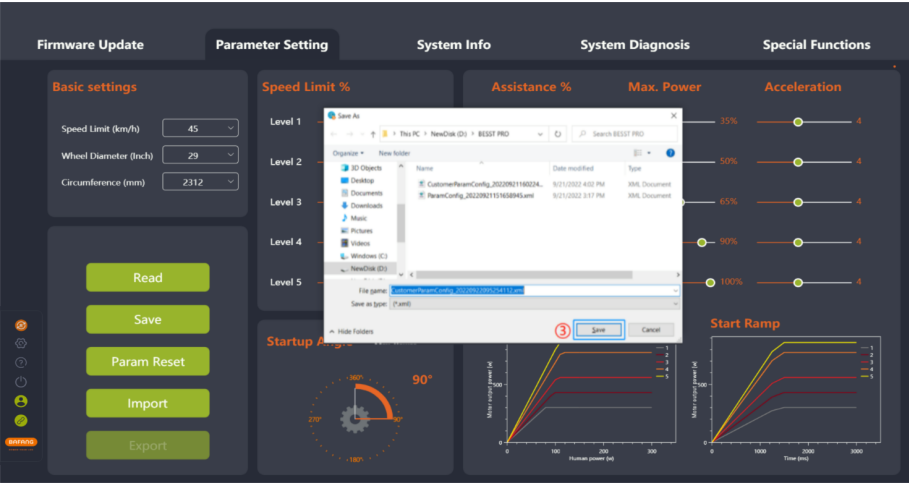

图 5-20 导出
3. 将参数界面的配置信息和控制器硬件版本（用于导入验证）导出成文件并保存到本地，路径可自主选择，文件名可编辑，例如：CustomerParamConfig_20220922095254112.xml（如图 5-20）。